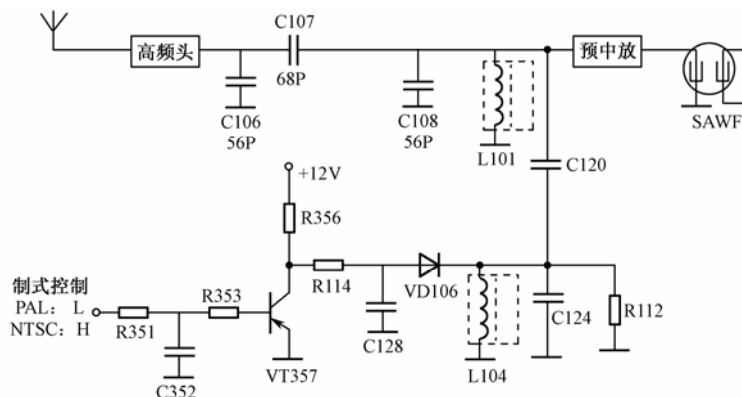

图 8-4 含有中频滤波器的中频特性切换电路
(2) 使用一个声表面波滤波器,在高频调谐器中频信号输出端至预中放级之间并入一至二个中频滤波器(LC 谐振吸收电路),与声表面波滤波器配合产生满足 NTSC 制和 PAL 制信号要求的中频特性曲线,中频滤波器受制式切换开关的控制。如海信 TC2123C 型电视机的中频特性切换电路,如图 8-4 所示。当接收 PAL 制信号时,制式控制电路输出低电平,VT357 截止,VD106 饱和,相当于交流短路,C128 与 L104、C124 并联,再与 C120、L101、C108 等共同组成中频滤波器,把中频特性曲线变得适合 PAL 制式;当接收 NTSC 制